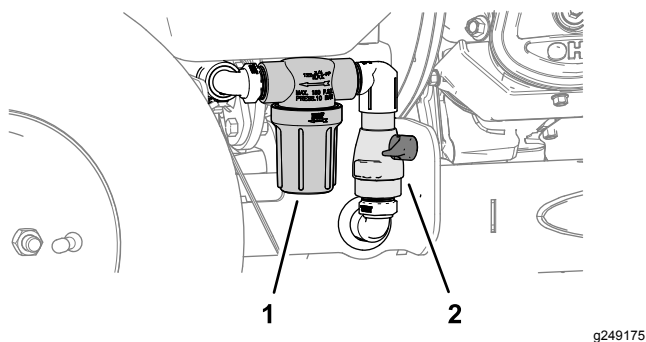

Figura 64
2. Gire la maneta de la válvula de cierre de la bomba 90° en sentido antihorario a la posición de CERRADO (Figura 64).
3. Coloque un recipiente debajo del filtro (Figura 64).
9. Gire la maneta de la válvula de cierre de la bomba 90° en sentido horario a la posición de ABIERTO (Figura 64).